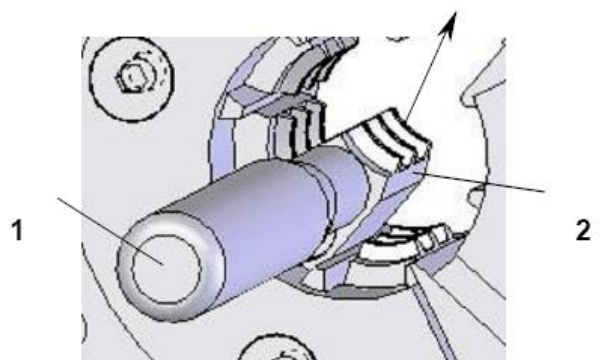

Рисунок 8
2. Потяните кулачок к центру опрессовочной зоны, как показано стрелкой (рис.8)